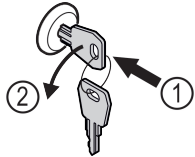

Fig. 130
- ▶ Schlüssel hineindrücken. Fig. 130 (1)
- ▶ Schlüssel um 90° gegen den Uhrzeigersinn drehen. Fig. 130 (2)